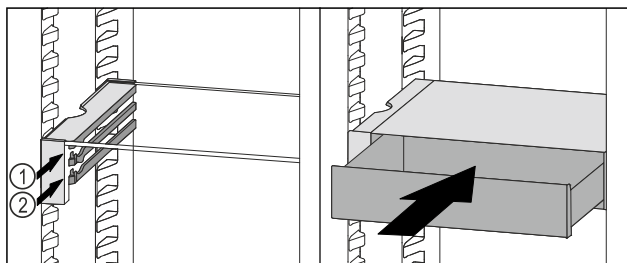

Fig. 123
- Zásuvku VarioSafe nasadíte za záložkami na požadovanom rebre Fig. 123 (1) alebo Fig. 123 (2).